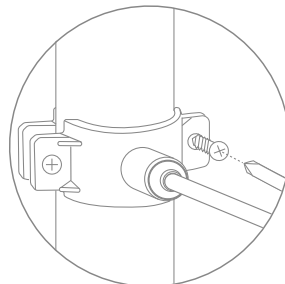

Рис. 25
- прочно закрепите хомут (рис. 25) на дренажной линии с помощью винтов, одновременно совмещая отверстие в штуцере и дренажной линии (винты крепления необходимо затягивать равномерно, без перекоса, чтобы обе части хомута располагались параллельно);